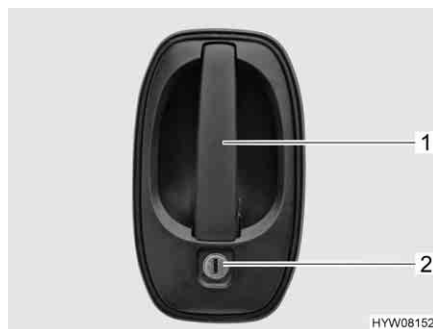

Fig. 29 Serratura porta di ingresso, esterno (con chiusura centralizzata)
- Inserire la chiave nel cilindro della serratura (Fig. 29,2) e ruotare fino a quando la serratura della porta si sblocca.
- Tirare la maniglia della porta (Fig. 29,1). La porta è aperta.
- Inserire la chiave nel cilindro della serratura (Fig. 29,2) e ruotare fino a quando la serratura della porta si blocca.